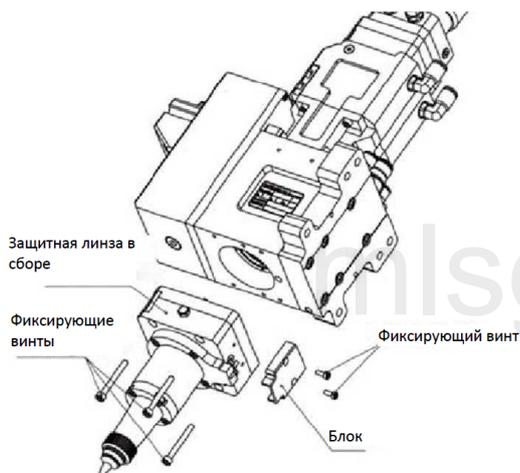

Рисунок 5.7 – Извлечение винтов
- Расположите лазерную головку горизонтально и снимите фиксирующие винты, начиная снизу (см. Рисунок 5.7);